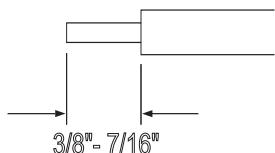

Figure 5
See Fig. 5
4. Si équipé d'une bague anti-traction, laissez les vis lâches pour permettre l'installation du câble d'alimentation. Insérez la partie filetée du connecteur dans le trou de la plaque d'accès et fixez-la solidement avec un écrou hexagonal, en serrant. Remarque : Positionnez le connecteur avec les têtes de vis qui s'y trouvent face vers le bas lorsqu'elles sont installées sur le dispositif. Voir la Figure 5.